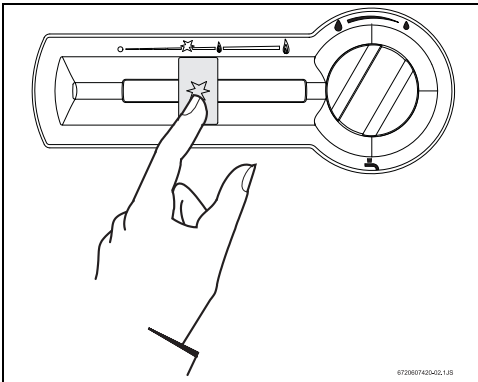

Fig. 2
- ▶ En primer lugar debe mover el mando selector de potencia de la posición de apagado a la posición de encendido (→Fig. 2).